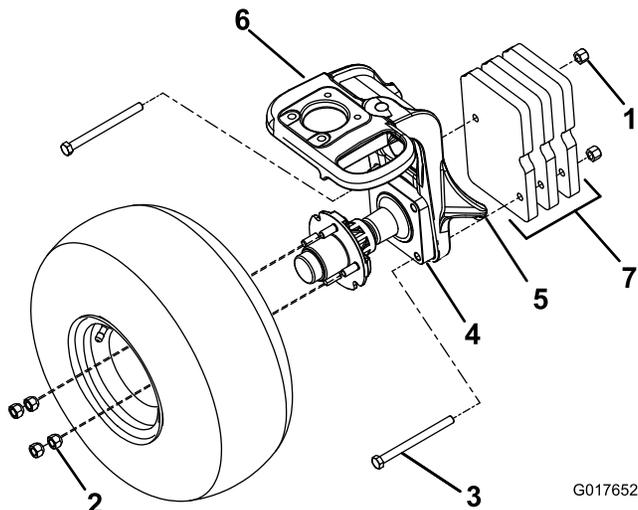

Figure 1
- Soulevez la machine avec un cric placé au point de levage (Figure 1).
- Retirez les 2 boulons de retenue qui fixent la fusée à la fourche pivotante (Figure 1).
- Montez 3 masses plates fournies dans le kit sur le côté droit de la fourche pivotante à l'aide de 2 boulons à tête hexagonale (1/2 x 5-1/2 po) et 2 contre-écrous pris dans le kit (Figure 1).
- Retirez les 4 écrous de roue par paires diagonalement opposées (Figure 1).